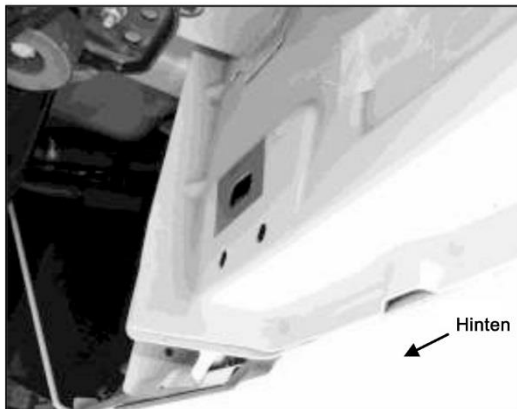

Bild 17
6. Fahren Sie nun mit der Montage der hinteren Halterung fort (**Bild 17**). Wiederholen Sie den **Schritt 5** für die Montage der Halterung (**Bild 18 & 21**).